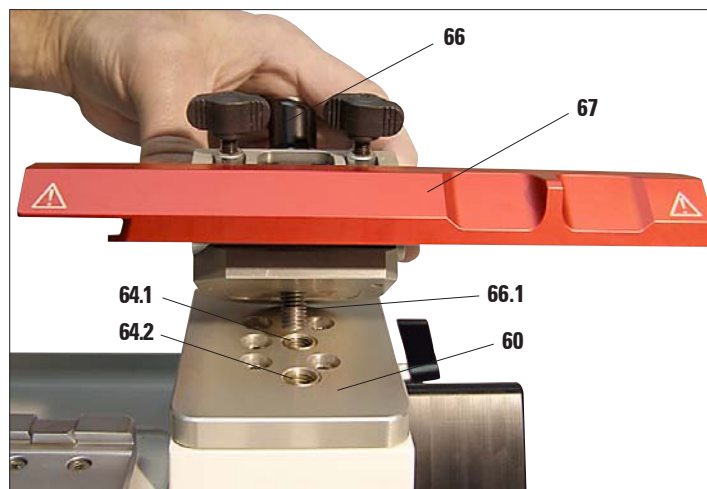

Fig. 11
- Pousser le levier de serrage (66) du porte-couteau (67) vers le bas, puis avec la partie inférieure de l'élément fileté (66.1) l'introduire dans l'un des deux alésages (64.1 ou 64.2, fig. 11) dans la plaque intermédiaire (60) en le faisant tourner.